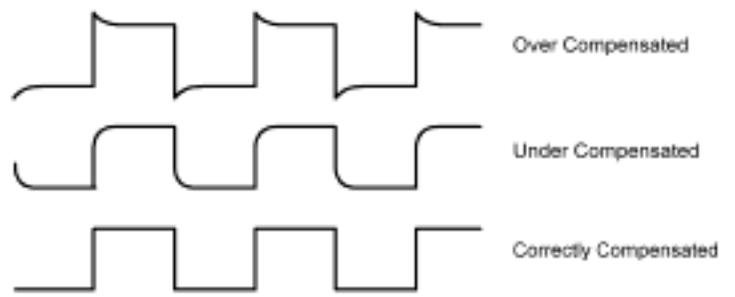

图 5-2 典型的补偿波形
7. 观察显示波形和图 5-2 的波形相比较。若任何一端的探棒需要调整，照步骤 8 的指示进行，若不需进一步调整，请进行“功能检查”部分。